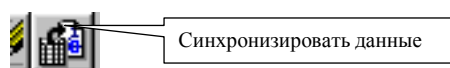

Рис. 34
5. Система поставила в спецификации номера позиций объектов согласно ГОСТ 2.108-68. Необходимо согласовать поставленные номера позиций в спецификации с номерами позиций в сборочном чертеже. Для этого нажмите кнопку **Синхронизировать данные** на Панели управления, рис. 34.